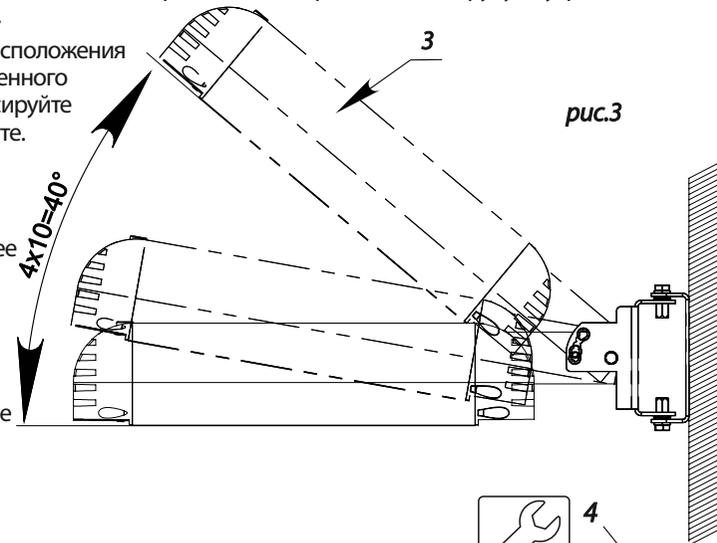

рис.3
**б) Установите** светильник **3** (рис.3) на трубу кронштейна до упора, предварительно ослабив винты на хомуте светильника и заведите электропитающий провод сквозь трубу внутрь светильника для подключения.
**Для регулировки** расположения светильника по вертикальной оси ослабьте гайки(2шт.) **5**, выберите рабочее положение светильника и зафиксируйте их (рис.3,4).